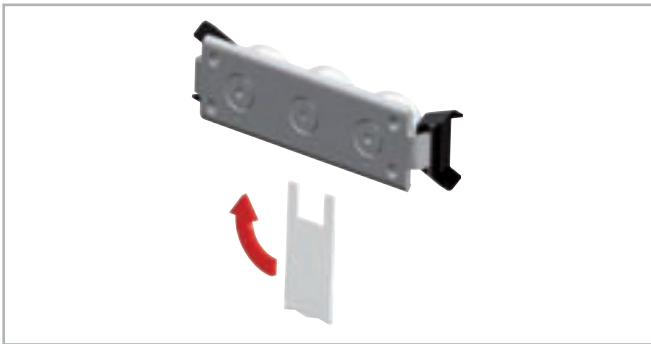

Рис. 25
- вставить входящий в комплект поставки специальный плоский гаечный ключ сбоку между направляющей и кареткой, и надеть его на шестигранник или на квадрат регулируемого эксцентричного ролика (см. Рис. 25);